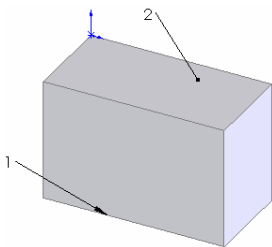

图 6-11 拉伸的图形
③ 拉伸实体。选择菜单栏中的“插入”→“凸台/基体”→“拉伸”命令，将上一步绘制的草图拉伸为“深度”均为 30 的实体。结果如图 6-11 所示。
⑤ 设置属性管理器。单击“两面夹角”按钮图标，设置基准面的创建方式为两面夹角方式。在“角度”一栏中输入值 60；在第一参考的“参考实体”一栏中，用鼠标选择图 6-11 中的边线 1 的中点和第一参考的“参考实体”一栏中选择面 2。
⑥ 确认添加的基准面。单击“基准面”属性管理器中的“确定”图标按钮，结果